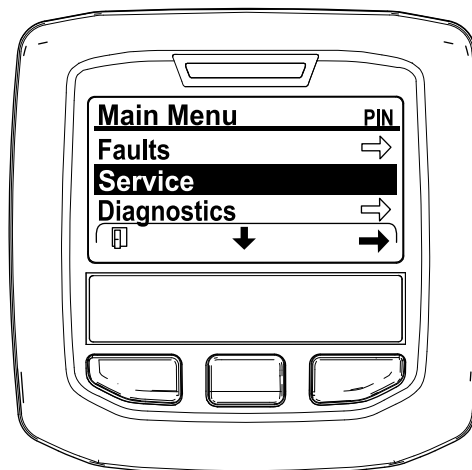

Рисунок 39
2. Перейдите в MAIN MENU (ГЛАВНОЕ МЕНЮ), нажмите среднюю кнопку, чтобы перейти вниз к SERVICE MENU (МЕНЮ ТЕХОБСЛУЖИВАНИЯ), и нажмите правую кнопку, чтобы выбрать опцию SERVICE (ТЕХОБСЛУЖИВАНИЕ) (Рисунок 39).